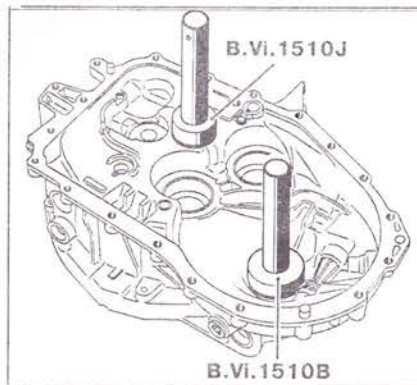

Рис. 5.80. Установите опоры подшипников валов при помощи приспособлений В. Vi. 1510J и В. Vi. 1510B.
3. Установите картер на платформе прессы. Установите регулируемую подставку В. Vi. 1418 под картер под соответствующее отверстие. Установите опоры подшипников валов при помощи приспособлений В. Vi. 1510J и В. Vi. 1510B (рис. 5.80).